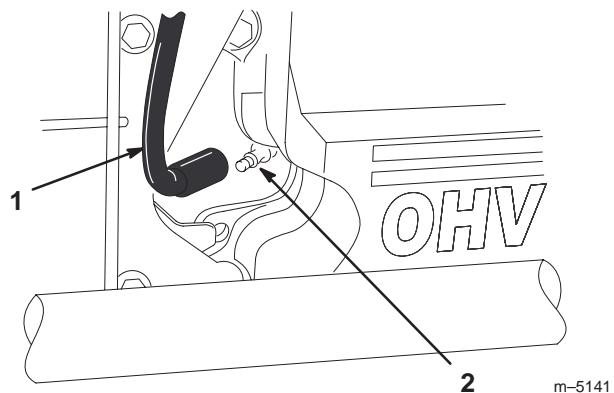

Figure 22
2. Débranchez les fils des bougies (Fig. 22). Nettoyez la surface autour des bougies pour éviter que des impuretés n'endommagent le moteur en tombant à l'intérieur.
- Connectez les fils aux bougies (Fig. 22).